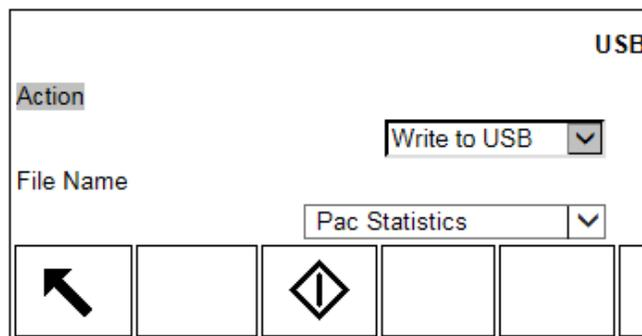

Figure D-4 : Écriture des statistiques Pac vers l'affichage de la clé USB
3. Sous la sélection du Nom de fichier, choisissez Statistiques Pac comme sur la Figure D-4.